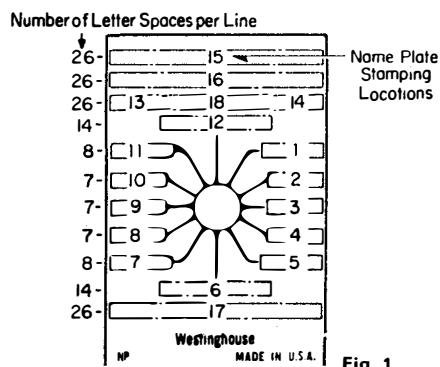

Fig. 1
- NP 502A054H01 (Fixed Handle) Fig. 1
NP 502A054H03 (Removable Key) Fig. 1